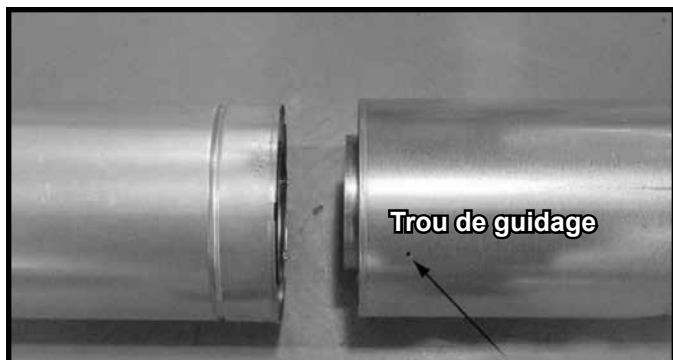

Figure 7.5 Trous de guidage de la section coulissante
- Glissez le col intérieur de la section coulissante dans la section intérieure de tuyau et la conduite extérieure de la section coulissante par-dessus la section extérieure du tuyau. Voir la figure 7.5.